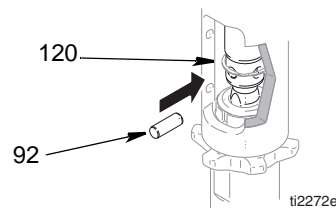

FIG. 10
1. (Fig 10) Skru kontramøtrikken (86) på bunden af pumpens (111) gevind. Skru pumpen (111) helt ind i manifolden. Skru pumpen (111) løs fra manifolden, indtil pumpeafgangen er på linje med slangen. Tilspænd kontramøtrikken (86) med fingrene, og bank den derefter 1/8 til 1/4 omgang med en hammer eller tilspænd den med et moment på 101 Nm.